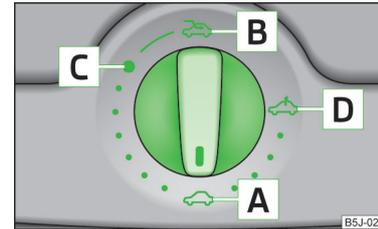

Abb. 21
Das Schiebe-/Ausstelldach wird mit dem Drehschalter » Abb. 21 auf Seite 42 bedient und funktioniert nur bei eingeschalteter Zündung. Der Drehschalter hat mehrere Stellungen.
Wurde die Batterie abgeklemmt und wieder angeklemmt, kann es passieren, dass sich das Schiebe-/Ausstelldach nicht vollständig schließt. Deshalb muss der Drehschalter in die Schalterstellung **A** gebracht » Abb. 21 auf Seite 42 und etwa 10 Sekunden lang vorn gedrückt werden.
- › Den Schalter in Stellung **C** » Abb. 21 drehen.
- › Den Schalter in Stellung **B** » Abb. 21 drehen und in dieser Position (gedefertete Stellung) halten.
- › Den Schalter in Stellung **D** » Abb. 21 drehen.
- › Den Schalter in Stellung **A** » Abb. 21 drehen.
Das Schiebe-/Ausstelldach ist mit einer Kraftbegrenzung ausgestattet. Wenn ein Hindernis (z. B. Eis) das Schließen verhindert, stoppt das Schiebe-/Ausstelldach und öffnet vollständig. Das Schiebe-/Ausstelldach kann ohne Kraftbegrenzung vollständig geschlossen werden, wenn der Schalter in Stellung **A** » Abb. 21 so lange gedrückt wird, bis das Schiebe-/Ausstelldach vollständig geschlossen ist » Seite 42, **i** in Abschnitt *Einleitung zum Thema*.
Nach jeder Notbetätigung (mit dem Innensechskantschlüssel) muss das Schiebe-/Ausstelldach in die Grundstellung gebracht werden. Deshalb muss der Drehschalter in die Schalterstellung  gebracht » Abb. 21 auf Seite 42 und etwa 10 Sekunden lang vorn gedrückt werden.